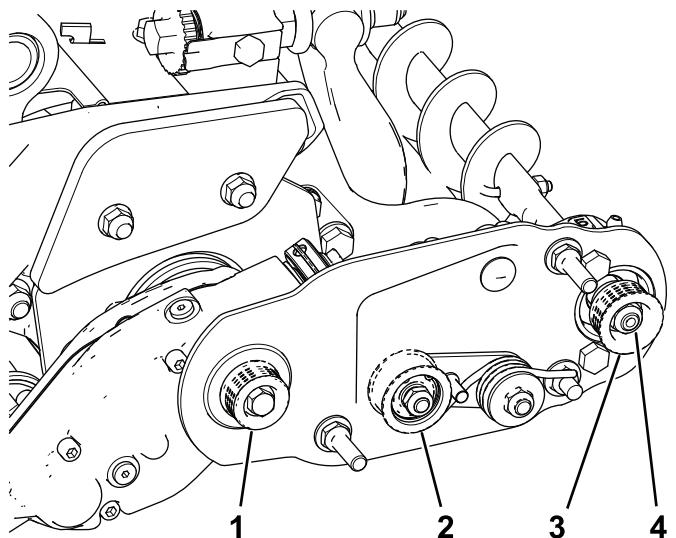
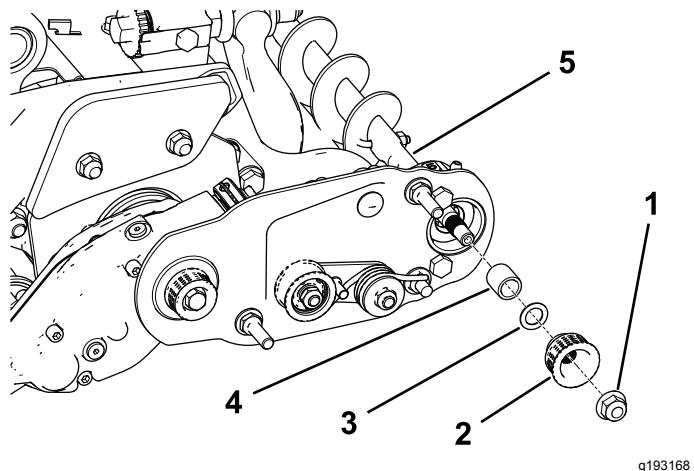

Figure 22
Figure 23
1. La poulie menée (au niveau de l'arbre de la brosse) peut bouger vers l'intérieur ou l'extérieur (Figure 22).
2. Tout en tournant le cylindre, ce qui entraîne la poulie d' entraînement, déchaussez la courroie de la poulie (Figure 22).
- Retirez le contre-écrou qui fixe la poulie menée à l'arbre de la brosse (Figure 22 ou Figure 23).
- Déposez la poulie menée de l'arbre (Figure 23).
- S'il est nécessaire de déplacer la poulie vers l'extérieur, ajoutez une rondelle de 0,8 mm d'épaisseur (Figure 23).
- Montez la poulie, comme montré à la Figure 23.